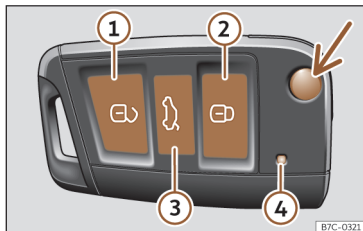

Fig. 41 Clé du véhicule.
Pour plier et déplier le panneton de la clé, appuyez sur le bouton >>> **fig. 41** (flèche).
Lorsque vous appuyez brièvement sur un bouton de la clé du véhicule, le témoin ④ >>> **fig. 41** clignote une fois brièvement, mais si vous appuyez plus longtemps, il clignotera plusieurs fois, par exemple, lors de l'ouverture de confort.